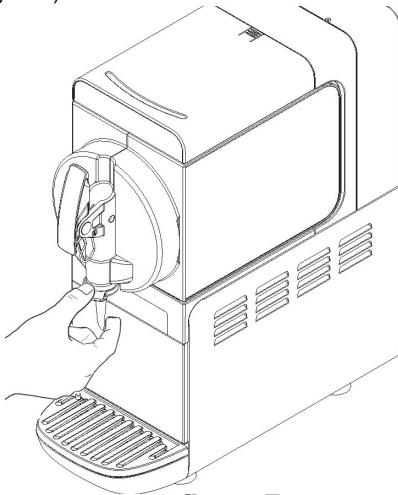

figure 7
- 3** Smontare il beccuccio di erogazione.(see figure 7)